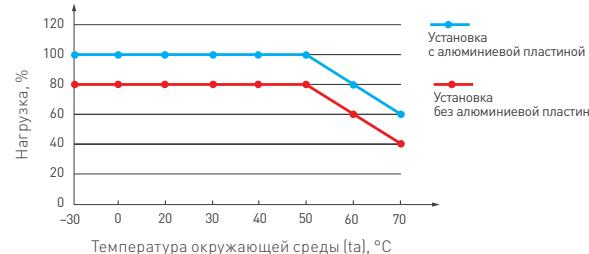

Рис. 2. Максимальная допустимая нагрузка, % от мощности источника
- Не нагружайте источник питания более чем на 80% от его максимальной мощности. Учитывайте, что с повышением температуры окружающей среды максимальная мощность источника питания снижается (см. график зависимости на рис. 2).